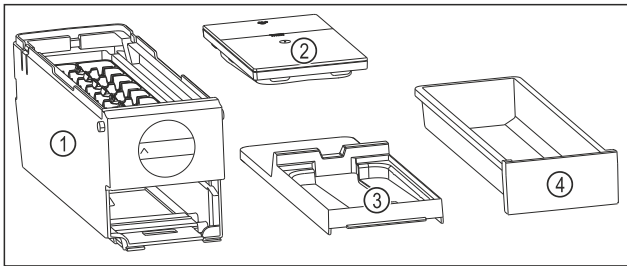

Fig. 80 EasyTwist-Ice parçaları
- ▶ EasyTwist-Ice dört parçaya bölünmüştür. (bkz. Fig. 80)
- ▶ EasyTwist-Ice sadece resimdeki parçalarına ayrılmalıdır. (bkz. Fig. 80)
- ▶ EasyTwist-Ice gövdesini Fig. 80 (1) komple temizleyin.